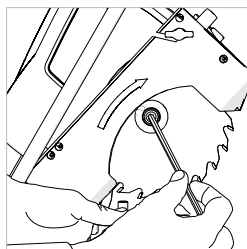

Fig. 29
- Utilisez la clé 6 pans (fournie) pour dévisser la vis d'arbre. **(Fig. 29)**